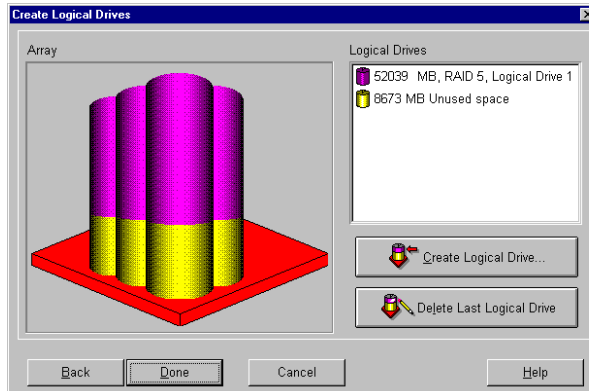

Figura 7-20: Schermata Create Logical Drives (Creazione di un'unità logica)
5. Fare clic su **Next** (Avanti). Viene visualizzata la schermata mostrata nella Figura 7-20.